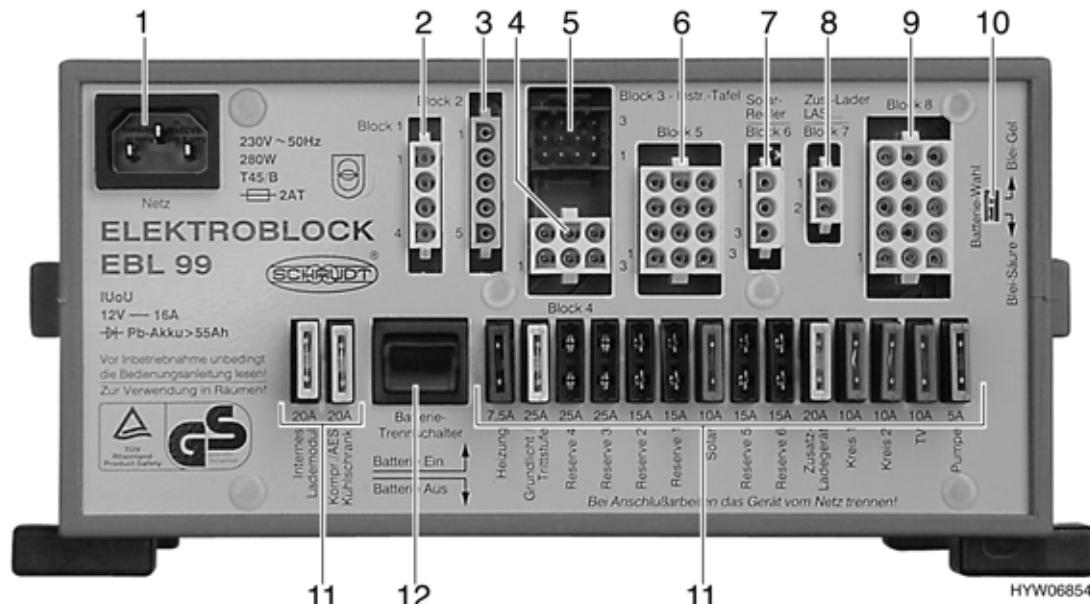

Bild 96 Elektroblock EBL 99
Der Elektroblock (Bild 96) befindet sich unter dem Beifahrersitz in der Sitzkonsole.
Der Batterie-Trennschalter (Bild 96,12) schaltet alle 12-V-Verbraucher des Wohnbereichs aus, auch das Sicherheits-/Ablassventil der Heizung. Dadurch wird eine langsame Entladung der Wohnraumbatterie vermieden, wenn das Reisemobil über längere Zeit nicht benutzt wird (z. B. vorübergehende Still-Legung).
- ▶ Die werkseitige Einstellung des Batterie-Wahlschalters (Bild 96,10) ("Blei-Gel") nicht verändern.